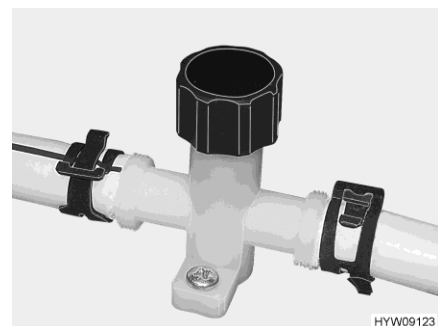
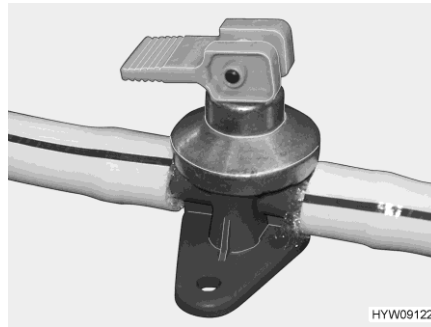

Bild 199 Ablasshahn (Wasserleitung)
Bild 200 Ablasshahn (Boiler Alde)
- Ablasshähne (Bild 200 und Bild 199) schließen. Dazu die Kappen im Uhrzeigersinn zudrehen bzw. den Kipphebel waagrecht stellen. Der Einbauort des Sicherheits-/Ablassventils und der Ablasshähne ist im Abschnitt 10.7 am Ende dieses Kapitels aufgelistet.